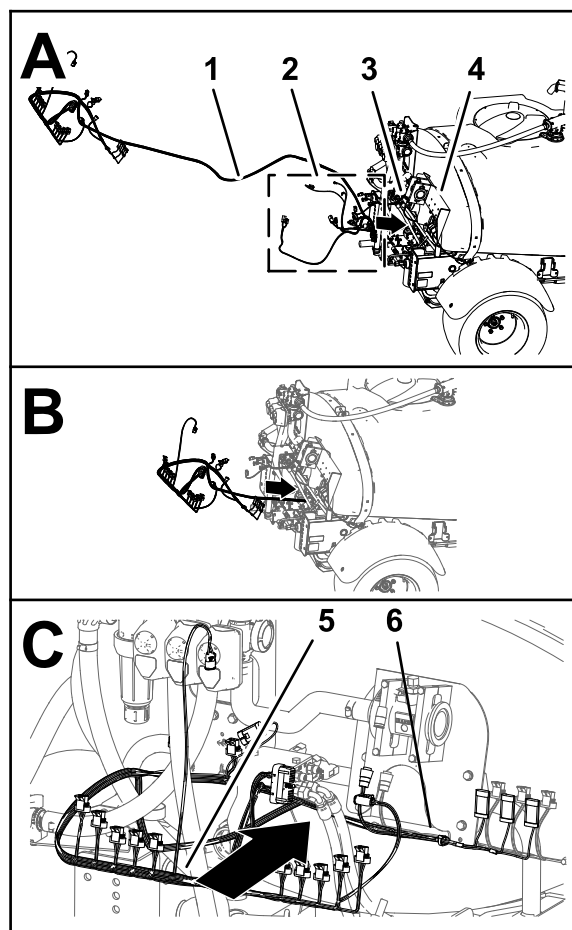
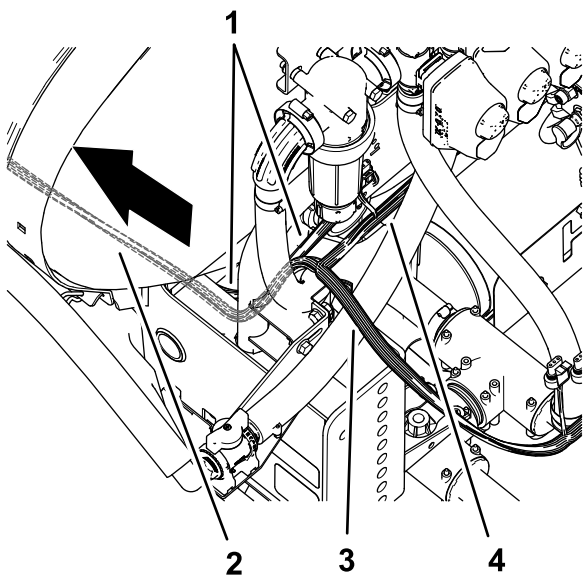

Рисунок 76
Рисунок 77
2. Проложите ответвления жгута проводов длиной 84 см, 60 см и 66 см из комплекта к левой стороне машины вдоль жгута проводов машины (Рисунок 76 и Рисунок 77).